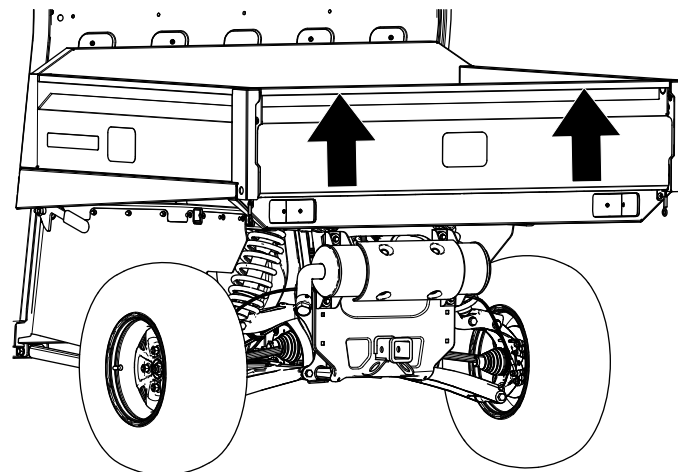

図 68
2. 両手でテールゲート上部の峰の部分をつかんでテールゲートを持ち上げる図 68。